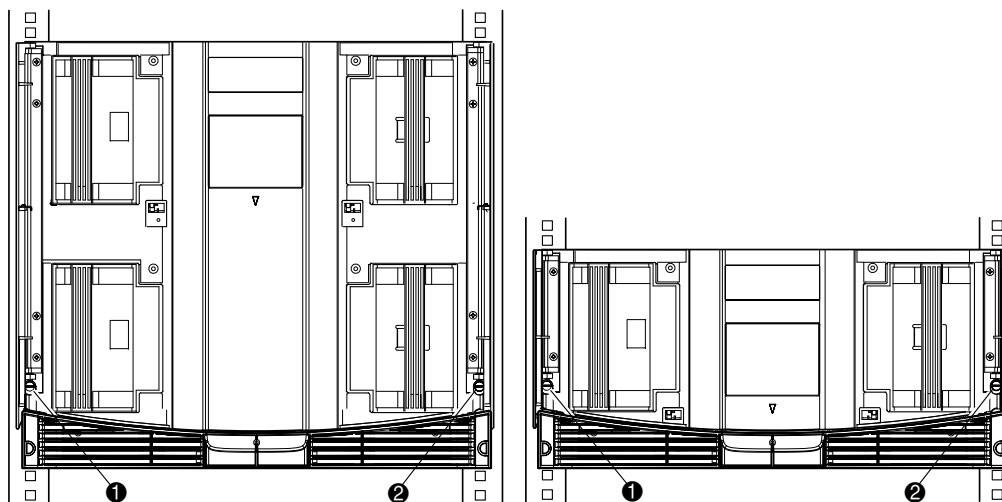

Figura 2-5. Fissaggio della libreria
10. Tenendo gli sportelli aperti, fissare il pannello anteriore al cabinet utilizzando le due viti di fissaggio apposite (vedere la Figura 2-5). Chiudere gli sportelli.